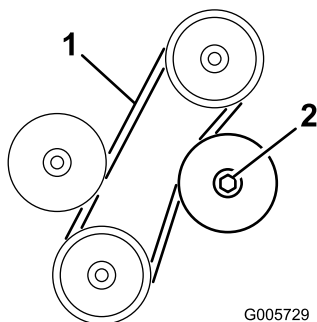

Bild 67
3. Die Riemendurchbiegung in der Mitte zwischen den Riemenscheiben bei 22 N sollte 6 mm betragen (Bild 67). Machen Sie bei einem falschen Durchbiegungswert mit Schritt 4 weiter. Bei einem korrekten Durchbiegungswert, machen Sie mit Schritt 5 weiter.
4. Lösen Sie die Sicherungsmutter, mit der die verstellbare Spannscheibe befestigt ist (Bild 67). Drücken Sie die Spannscheibe gegen den Riemen, bis die gewünschte Durchbiegung erreicht ist, und ziehen Sie dann die Sicherungsmutter der Spannscheibe an (Bild 67).
2. Lösen Sie die Sicherungsmutter, mit der die verstellbare Spannscheibe befestigt ist, schieben Sie die Scheibe vom Riemen weg und nehmen Sie den Riemen von den Scheiben (Bild 67).
3. Setzen Sie einen neuen Riemen ein und stellen Sie die richtige Spannung ein. Bewegen Sie die Spannscheibe in Richtung des Antriebsriemens, bis sich der Riemen bei einer Belastung von 22 N in der Mitte zwischen der oberen Scheibe und der stationären Spannscheibe 6 mm Durchbiegung aufweist. Ziehen Sie die Sicherungsmutter der Spannscheibe an, damit die Einstellungen beibehalten werden (Bild 67).